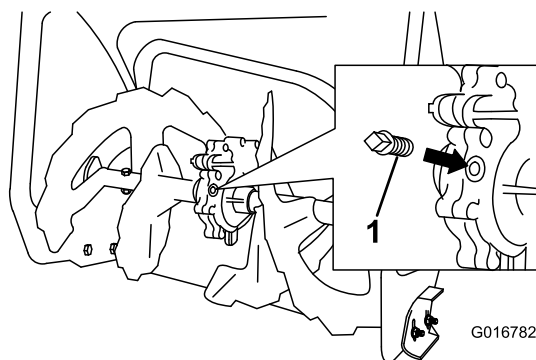

Figure 33
2. Nettoyez la surface autour du bouchon de tuyau (Figure 33).